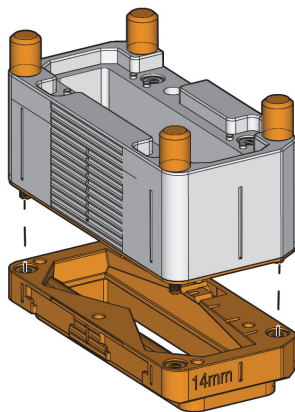

图 3-1 延迟块板
1. 拧下将延迟块板固定到探头托架的4个指旋螺丝（参见第52页的图 3-1）。